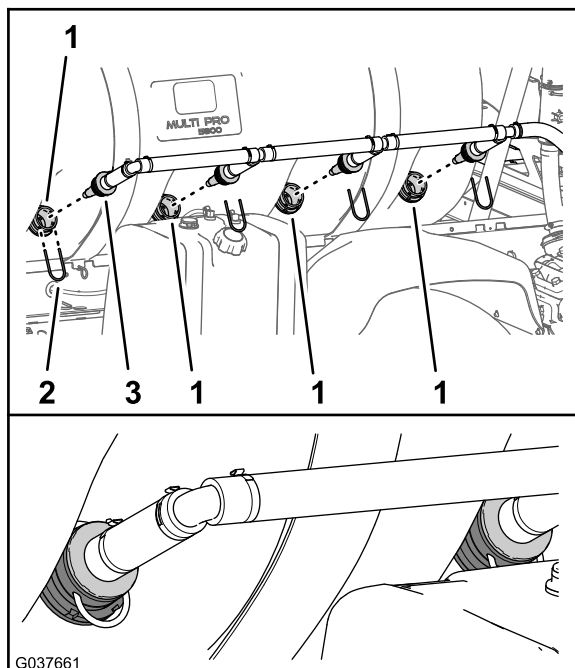

Figura 56
4. Inserite i 4 ugelli dell'agitatore del gruppo ugelli dell'agitatore nei raccordi del diaframma del serbatoio dell'irroratrice (Figura 56).